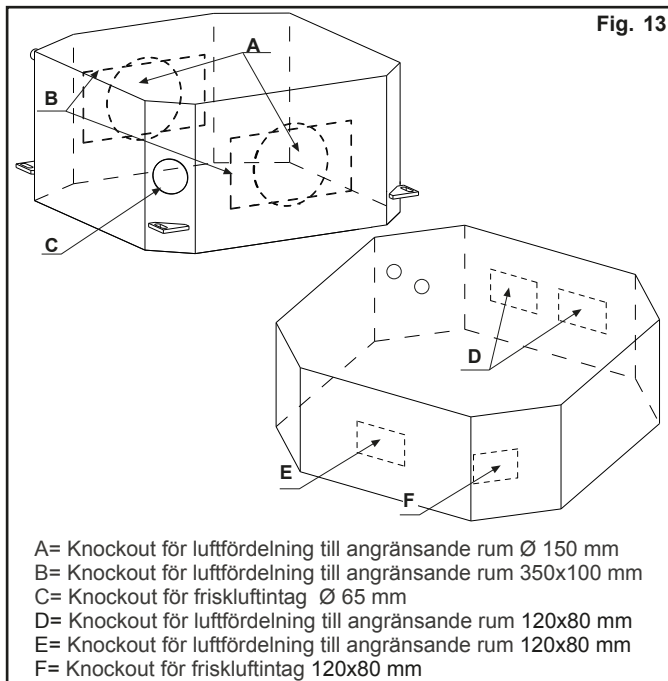

Fig. 13
- 2) Då vattenventiler är monterade kan urtagen "D", inblåsning till angränsande rum, ej användas (fig. 13).